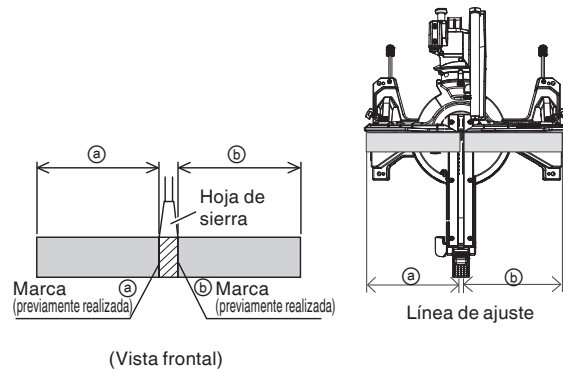

Fig. 26
- (1) Como se muestra en la Fig. 26, la anchura de la hoja de sierra es la de corte. Por lo tanto, deslice la pieza de trabajo hacia la derecha (vista desde la posición del operador) cuando desee la longitud (b), o hacia la izquierda cuando desee la longitud (a). Si se utiliza un marcador láser, alinee la línea de láser con el lado derecho de la hoja de sierra, y luego alinee la línea de tinta con la línea de láser.
- (2) Cuando la hoja de sierra haya alcanzado la velocidad máxima, empuje cuidadosamente hacia abajo la empuñadura hasta que la hoja de sierra se acerque a la pieza de trabajo.
- (3) Cuando la hoja de sierra haya entrado en contacto con la pieza de trabajo, empuje gradualmente hacia abajo la empuñadura para cortar dicha pieza.
- (4) Después de haber cortado la pieza de trabajo con la profundidad deseada, desconecte la alimentación de la herramienta eléctrica y deje que la hoja de sierra se pare completamente antes de levantar la empuñadura de la pieza de trabajo para devolverla a su posición de completamente retraída.